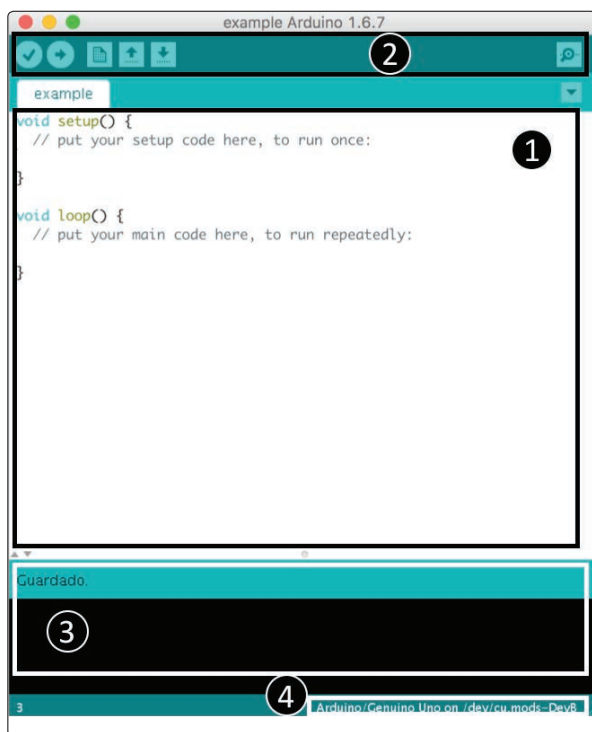

Figura 1.1-52. Partes de la interfaz gráfica de Arduino
Vamos a estudiar las partes en las que se divide la interfaz de Arduino, que pueden verse en la Figura 1.1-52, numeradas del uno al cuatro. A continuación, veremos qué es y para qué sirve cada una de esas partes.
- 📄 Nuevo: Abre un nuevo programa que aparecerá tal y como se muestra en la Figura 1.1-52.